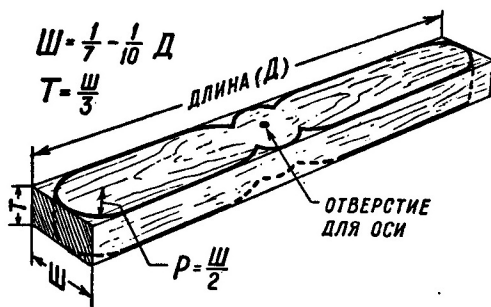

Рис. 18. Расчерчивание заготовки для винта «мухи».
**Изготовление «мухи».** При постройке «мухи» труднее всего сделать винт. Он изготавливается так. Из кусочка липы, березы, клена или ульхи выстрагивают прямоугольный брусок, длина которого в семь-десять раз больше его ширины, а толщина составляет около трети ширины (рис. 18).